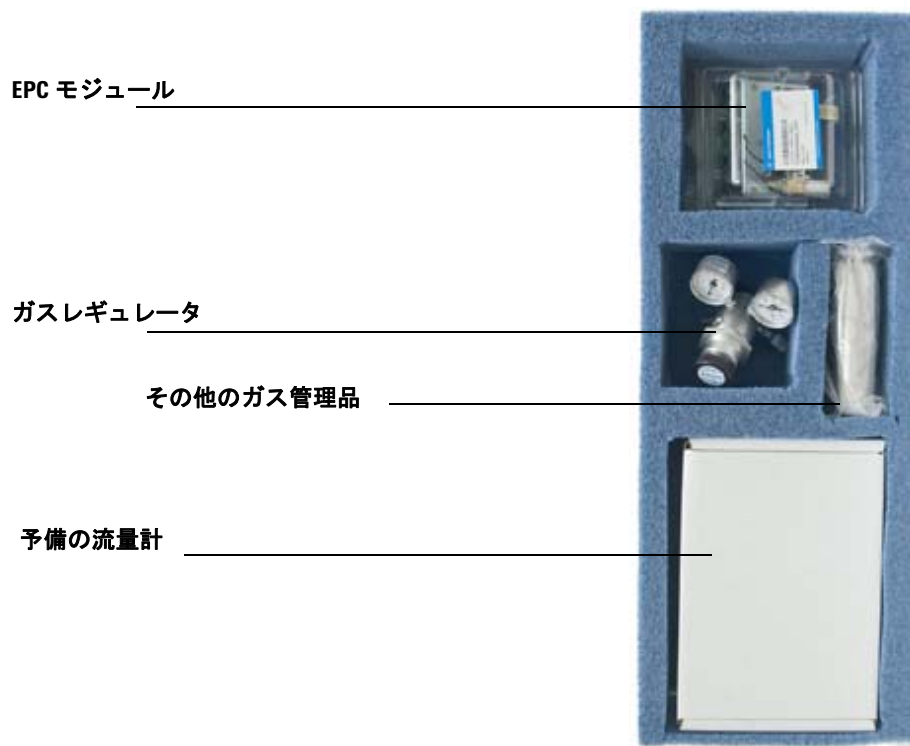

図 11 5975T LTM GC/MSD 輸送用コンテナ下部トレイの梱包例
- e ガスレギュレータを下部トレイに入れます。72 ページの図 11 を参照してください。
- 11 その他の品目（消耗品、EPC モジュール、マルチメータ、イオン源、流量計など）を、再使用可能な付属品輸送コンテナ上部トレイおよび下部トレイに保管します。70 ページの図 9、71 ページの図 10、および 72 ページの図 11 を参照してください。